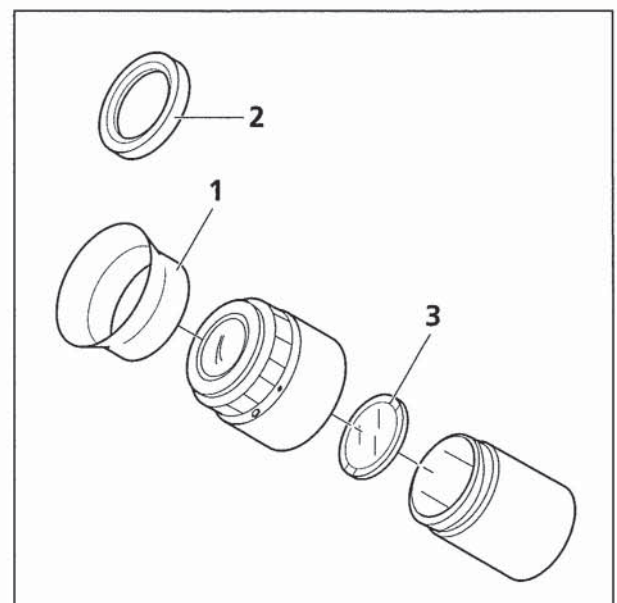

Bild 3-7 Okular-Strichplatte einsetzen
Bei Okularen, die mit einem roten Punkt versehen sind, ist das Einsetzen von Okular-Strichplatten (Bild 3-7/3) möglich.
- Dazu die Brillenschutzinge (Bild 3-7/2) von den Okularen abziehen und die Augenmuscheln (Bild 3-7/1) aufsetzen.